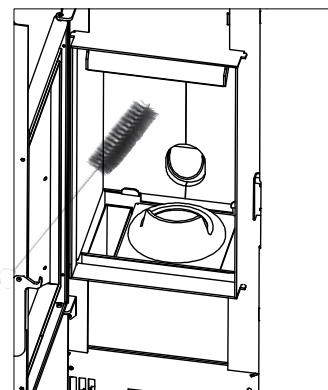

Fig. 32 - Pulizia del crogiolo settimanalmente
- Pulire e aspirare anche la gola del braciere delle possibili ceneri accumulate al suo interno (vedi Fig. 32).